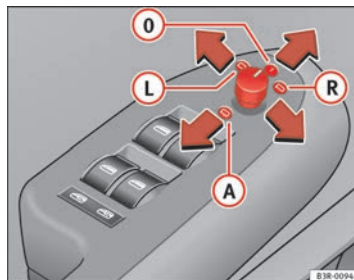

Fig. 105 Detalle del reposabrazos: Mando giratorio
- Gire el mando a la posición ⇒ fig. 105 **L** (retrovisor exterior del conductor) o a la posición **R** (retrovisor exterior del acompañante).
Al poner la marcha atrás, se inclina ligeramente hacia abajo la superficie del espejo, siempre que se haya conmutado a dicho retrovisor (mando giratorio en posición **R** ⇒ página 139, fig. 105). Esto permite ver el bordillo al aparcar el vehículo.